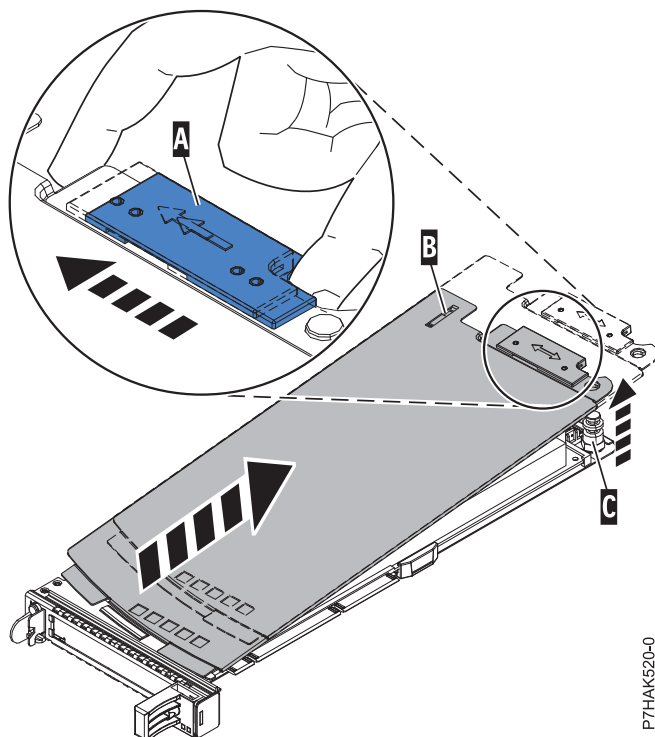

図 35. PCIe アダプター・カセット・カバーの取り外し
- a. 34 ページの図 35 に示すように、カバー・ラッチ (A) をスライドさせて、ピボット・ピン (C) から解放します。
- b. カバー (B) を持ち上げて、ピボット・ピン (C) から外します。